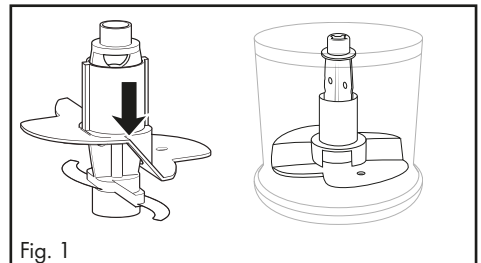

Fig. 1
- Para 100 ml de nata, colóquelo sobre el portacuchillas **6** de forma que el accesorio batidor **11** quede sobre las dos cuchillas **8** y encastre (fig. 1):